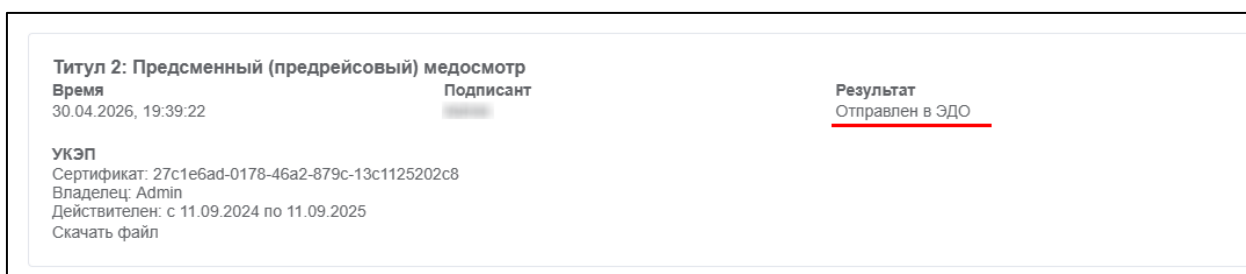

Рисунок 67 – Статус отправки Титула 2 в ЭДО
9) Титул 2 ЭПЛ отправлен в систему оператора ЭДО для регистрации в ГИС ЭПД (Рисунок 67).